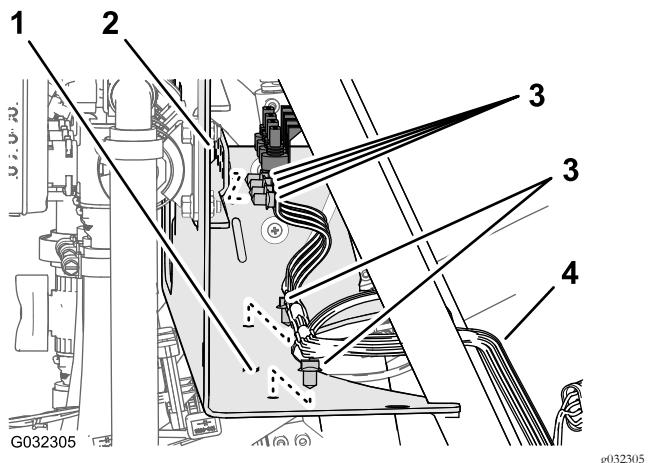

Figura 23
- Rimuovete i dispositivi di fissaggio a spinta che fissano il cablaggio preassemblato posteriore ai fori sul lato anteriore e alla piastra inferiore del supporto del collettore (Figura 23).